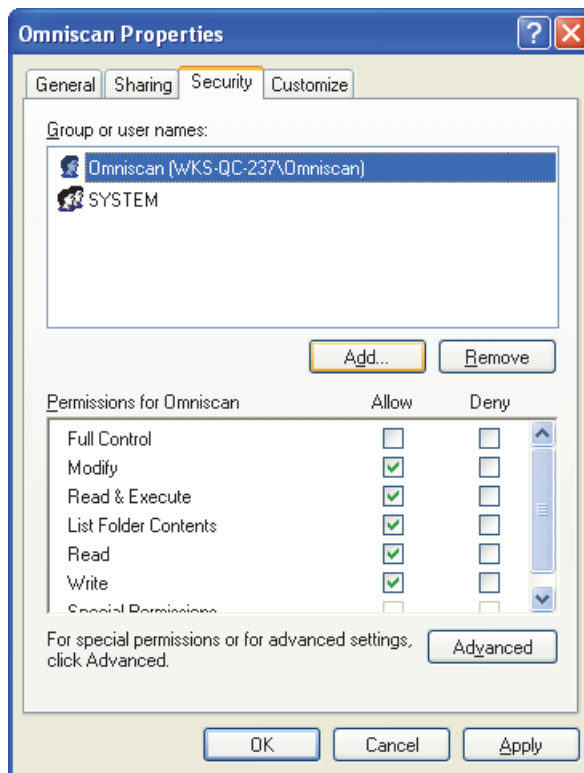

Figura 7-19 Autorizzazioni protezione per l'utente Omniscan
16. Nella precedente scheda **Protezione** (Security) della finestra di dialogo **Proprietà Omniscan** (Omniscan Properties) [vedere Figura 7-19 a pagina 235]: